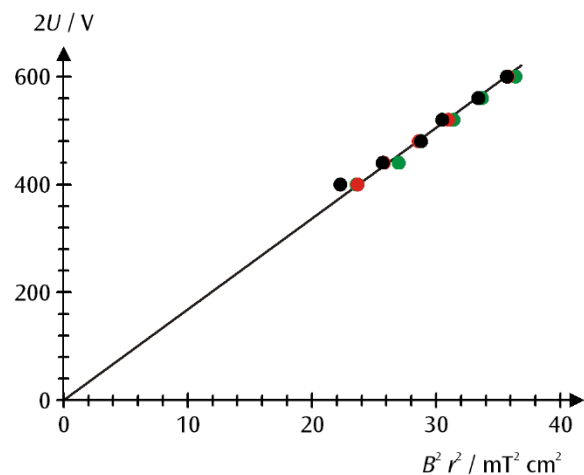

Fig. 4 $r^2 B^2$ - $2U$ -Diagramm der Messwerte (schwarz: $r = 5$ cm, rot: $r = 4$ cm, grün: $r = 3$ cm)
- Zur weiteren Auswertung die Messwerte in einem $r^2 B^2$ - $2U$ -Diagramm auftragen (siehe Fig. 4).